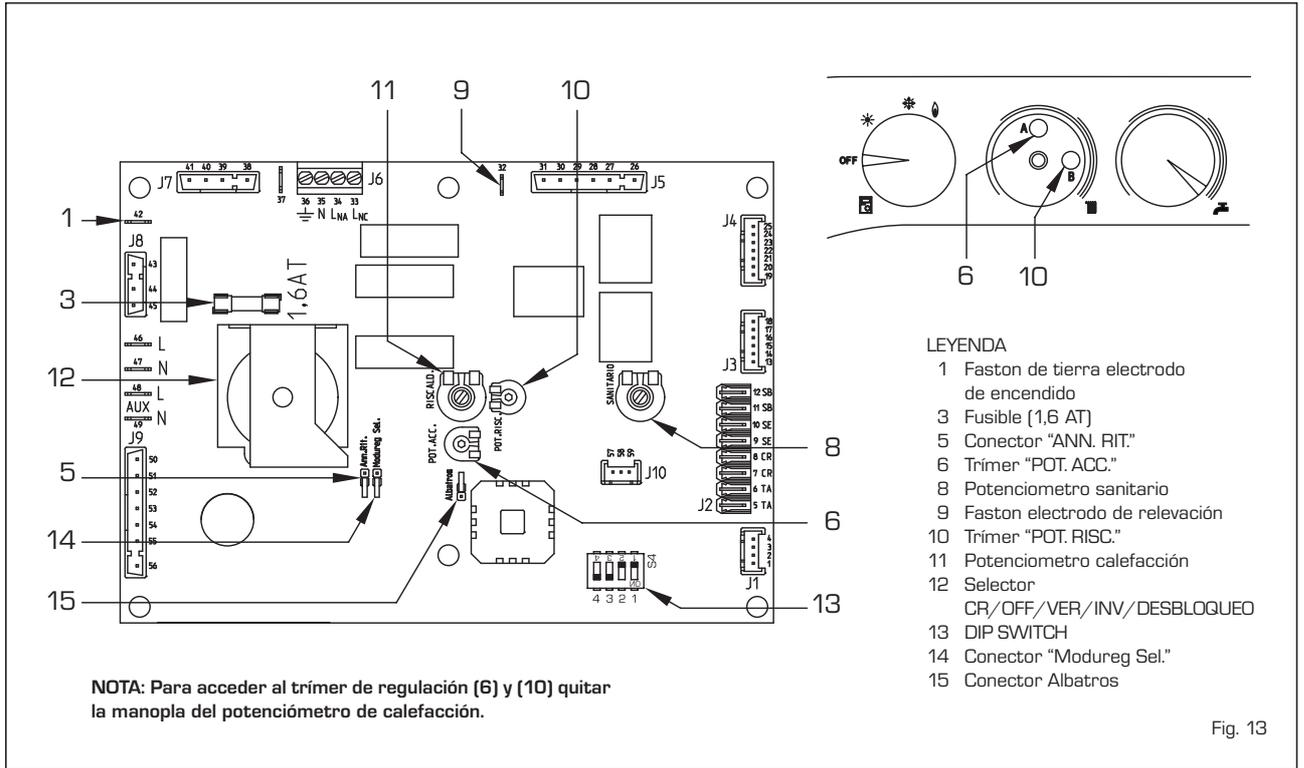

Fig. 13
- **Trimmer "POT. RISC."** (10 fig. 13)
- **Trimer "POT. ACC."** (6 fig. 13)
- **Conector "ANN. RIT."** (5 fig. 13)
- **DIP SWITCH** (13 fig. 13)
- **Conector "Modureg Sel."** (14 fig. 13)
- **Conector "Albatros"** (15 fig. 13)
actuar con un destornillador sobre el condensador de ajuste de la potencia de calefacción (10 fig. 13). Para aumentar la presión de trabajo girar el condensador de ajuste en sentido horario, para reducirla girar el condensador de ajuste en sentido antihorario. La potencia para la cual está calibrado el módulo individual se